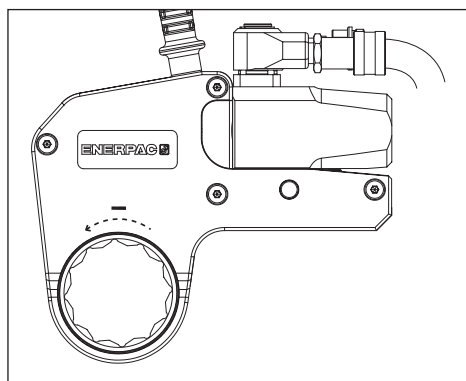

Fig. 9
4.3.3 Desapertar uma porca ou um parafuso (fig. 9 e 10)
- Posicione o pé de reação (17) contra um ponto de reação adequado (18). O ponto de reação irá neutralizar a força causada pela operação da ferramenta.